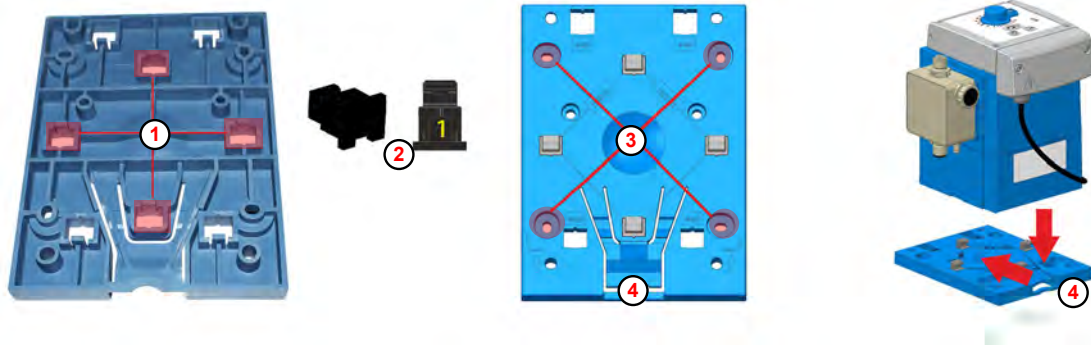

Fig. 4: Preparaciones para el montaje en mesa
En la parte inferior de la placa de montaje, las aberturas para el montaje en mesa (Fig. 4 , ①) están marcadas con el número 1.